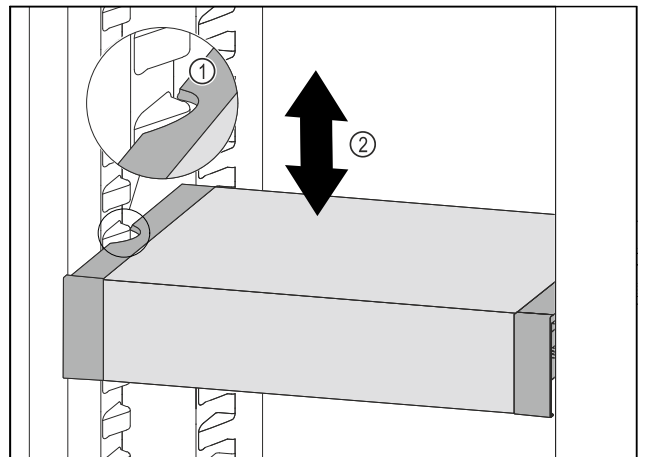

Fig. 127
- VarioSafe naar voren trekken tot de uitsparingen aan de zijkant van de VarioSafe zich ter hoogte van de rib in het koelgedeelte bevinden. Fig. 127 (1)
- VarioSafe in het koelgedeelte omhoog of omlaag bewegen tot de gewenste hoogte is bereikt. Fig. 127 (2)